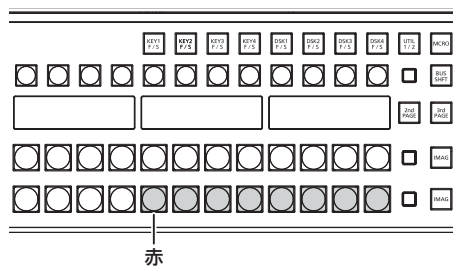

図 3
- 手前側の ME 列に属する PST/B バスクロスポイントボタンのうち 8 つが、赤色で点滅したままの状態になります。(図 3)